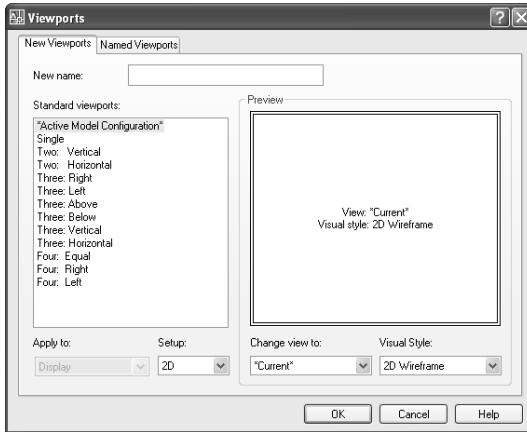

Рис. 3.1. Вкладка **New Viewports** диалогового окна **Viewports**
Создание видовых экранов и управление ими осуществляется с помощью инструмента **Viewports** (Видовые экраны). Как вся область черчения, так и любой отдельный видовой экран, используемый в качестве текущего, может быть разделен на два, три или четыре видовых экрана по желанию пользователя. Запуск инструмента **Viewports** приводит к открытию диалогового окна **Viewports** (Видовые экраны), показанного на рис. 3.1.
2. В диалоговом окне **Viewports** (см. рис. 3.1) выберите из списка **Standard viewports** (Стандартные конфигурации) необходимый вариант конфигурации, например **Four: Equal** (Четыре: равномерно).